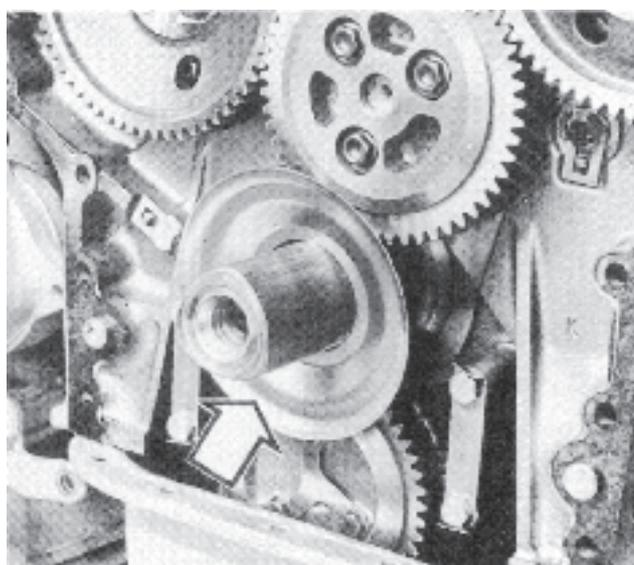

Fig. 77. Plaque de retour d'huile
6. Monter la plaque de retour d'huile sur l'extrémité du vilebrequin, face concave tournée vers l'avant (figure 77).